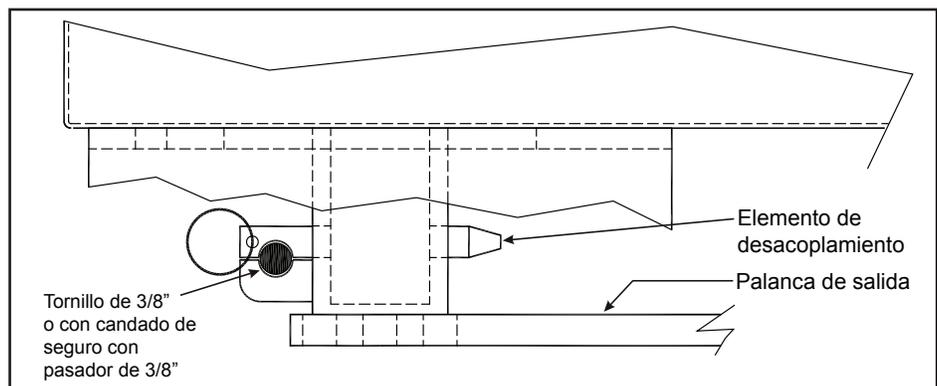

Figura 19. Bloqueo del elemento de desacoplamiento en posición con tornillo o seguro de $\frac{3}{8}$ pulgada.
- (a) Retire el elemento de desacoplamiento para que la palanca de salida pueda girar libremente. Note que cuando el elemento de desacoplamiento está instalado, éste debe ser sujetado con un tornillo de $\frac{3}{8}$ de pulgada o con un candado de seguro con un pasador de $\frac{3}{8}$ de pulgada (vea la Figura 19). Atornille el extremo inferior del yugo de la palanca de salida en el orificio de la palanca de salida adecuado para el interruptor que va a convertir. La distancia entre el eje impulsor de salida del operador de interruptores y el yugo de la palanca de salida debe ser aproximadamente la misma que la longitud de la palanca operativa del interruptor en la parte superior de la varilla operativa. El yugo debe girar libremente en la palanca de salida.